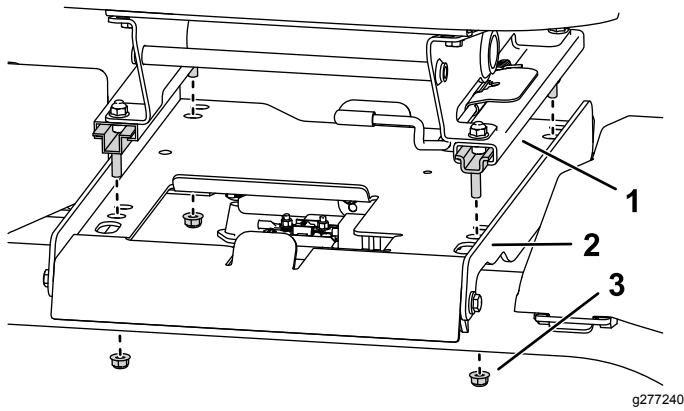

Bild 4
1. Stecken Sie die vier Bolzen an den Sitzschienen in die Sitzpfanne und befestigen sie mit den vier Bundmuttern (Bild 4).
Hinweis: Wenn der Sitz noch mehr eingestellt werden muss, entfernen Sie die vier Schrauben, mit denen der Sitz an den Schienen befestigt ist und versetzen Sie den Sitz dann in die zweite Reihe der vorhandenen Befestigungslöcher (**Bild 4**).